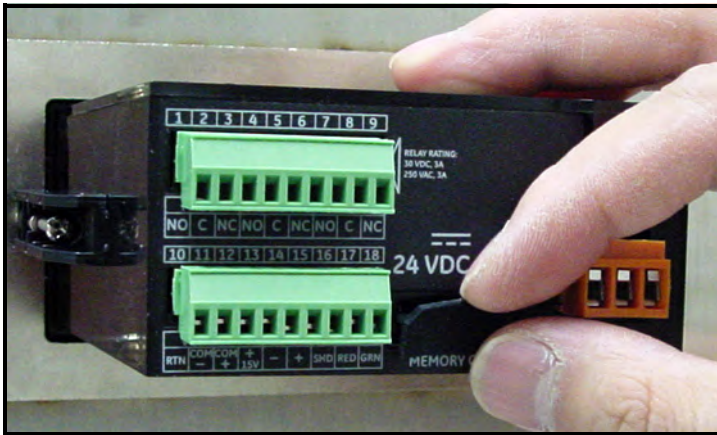
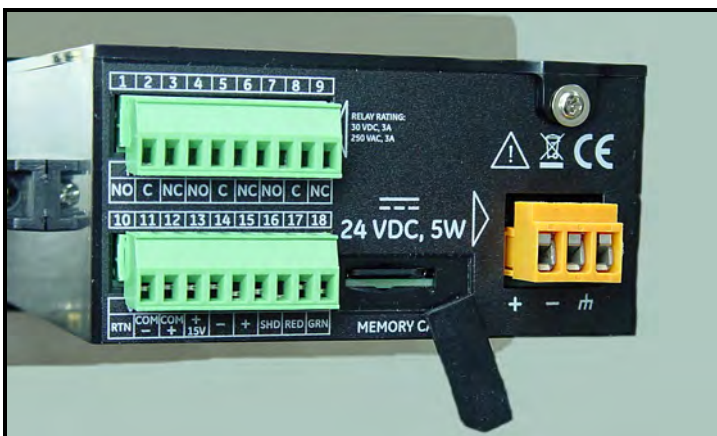

Figura 48: Puxar a tampa flexível
Figura 49: O suporte de placa de memória exposto
1. Localize a placa de memória no centro inferior do painel inferior do **dew.IQ** e retire o lado esquerdo da tampa flexível. A tampa fica pendurada no lado direito (veja *Figura 48* e *Figura 49* abaixo).